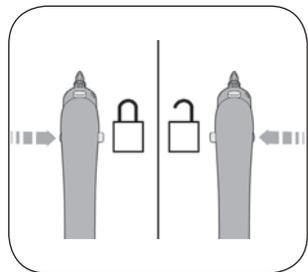

Fig. 3
Funktionsweise (Fig. 3)
Um ein versehentliches Aktivieren der Dampf-abgabe zu vermeiden, muss der Sperrschieber (I) von links nach rechts (☐); geschoben werden. Um die Sperre wieder zu lösen, muss der Schieber (I) von rechts nach links geschoben werden (☐) (fig. 3).